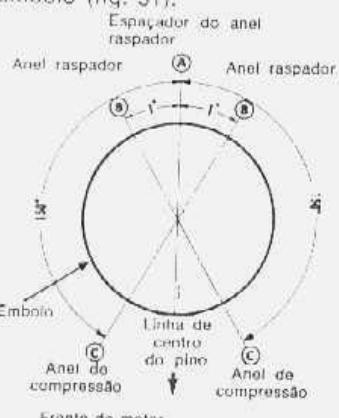

fig. 31 — posicionamento dos anéis de segmento
3. Verificar se as extremidades dos anéis estão devidamente distribuídas ao redor da circunferência do êmbolo (fig. 31).